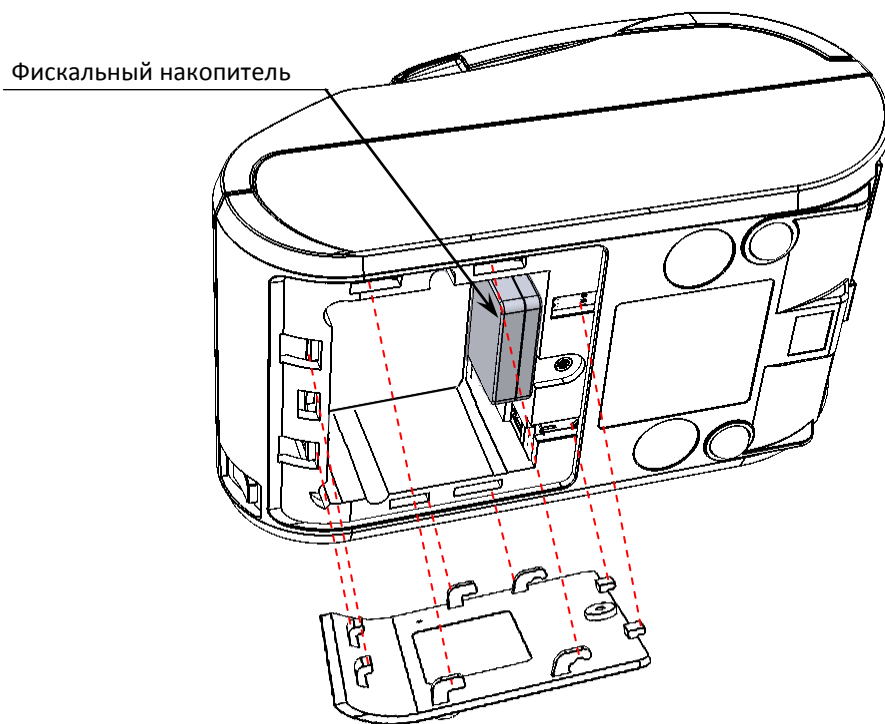

Рисунок 8. Отделить крышку от нижней части корпуса, освободив фиксаторы
4. Установить новый экземпляр ФН на место старого (ФН крепится к внутренней поверхности отсека на двухсторонний скотч на вспененной основе, смотрите рисунок 8).